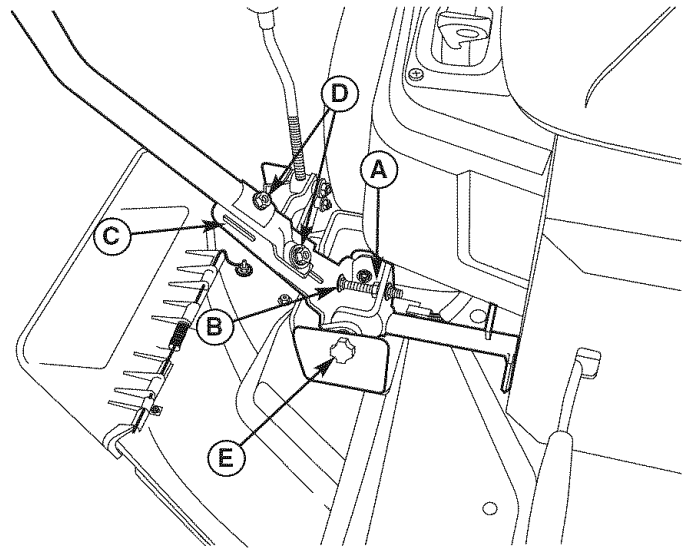

Figura 30. Ajuste de las Palancas de Control
Para Ajustar la Altura de las Palancas de Control: Jale las palancas hacia adentro, encima del regazo del operador a la posición de DRIVE. Afloje los pernos de montaje (D, Figura 30) y suba o baje las palancas a la posición deseada. Apriete los pernos de montaje (D).
Para Ajustar la Brecha Final de las Palancas de Control: La brecha final de las palancas de control deben ajustarse de modo que las palancas no se toquen entre sí cuando se pongan en posición de DRIVE. Afloje la contratuerca (A, Figura 30) y ajuste la longitud del tornillo de cabeza redonda (B) de modo que las palancas no se toquen entre sí. Repita lo mismo en el lado opuesto. Apriete la contratuerca (A) para fijar el tornillo de cabeza redonda en su posición.
Para Ajustar el Espacio Libre para el Operador: El espacio entre el operador y las palancas de control puede incrementarse quitando el perno de montaje superior (D, Figura 30), girando la palanca hacia adelante y reinstalando el tornillo de cabeza hexagonal a través de las palancas de control y la ranura delantera (C). Repita lo mismo con la palanca de velocidad.
Si el tractor vira a la derecha o a la izquierda cuando las palancas del control de velocidad están en la posición de velocidad máxima hacia adelante, la velocidad máxima de cada una de las palancas puede balancearse girando las perillas de ajuste (E, Figura 30). Gire la perilla A LA IZQUIERDA para aumentar la velocidad o A LA DERECHA para disminuir la velocidad.